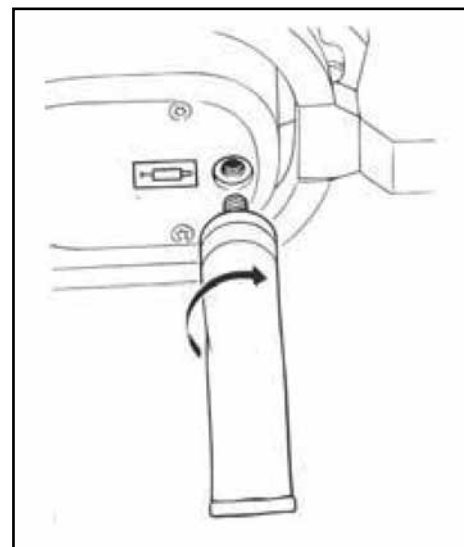

Рис. 10
2. Открутите заглушку и добавьте смазки до максимального уровня. Закрутите заглушку (Рис. 10).